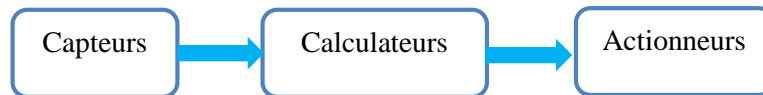

Figure 2. Chaîne d'Acquisition et de traitement de données.
L'objectif de notre étude est la mise en œuvre d'une télémétrie radar dont le principe a été étudié en TD. Pour cela, nous souhaitons instrumenter un robot mobile autonome avec des capteurs à ultrasons lui permettant de détecter les obstacles et les éviter. La chaîne d'acquisition et de traitement de données est présentée dans la figure 2.
9. Proposer un algorithme, qui une fois implémenté dans le calculateur de la chaîne d'acquisition et de traitement de données (Figure 2), permettra d'assurer au robot une navigation autonome : détection et évitement d'obstacles, arrêt du robot, etc. :